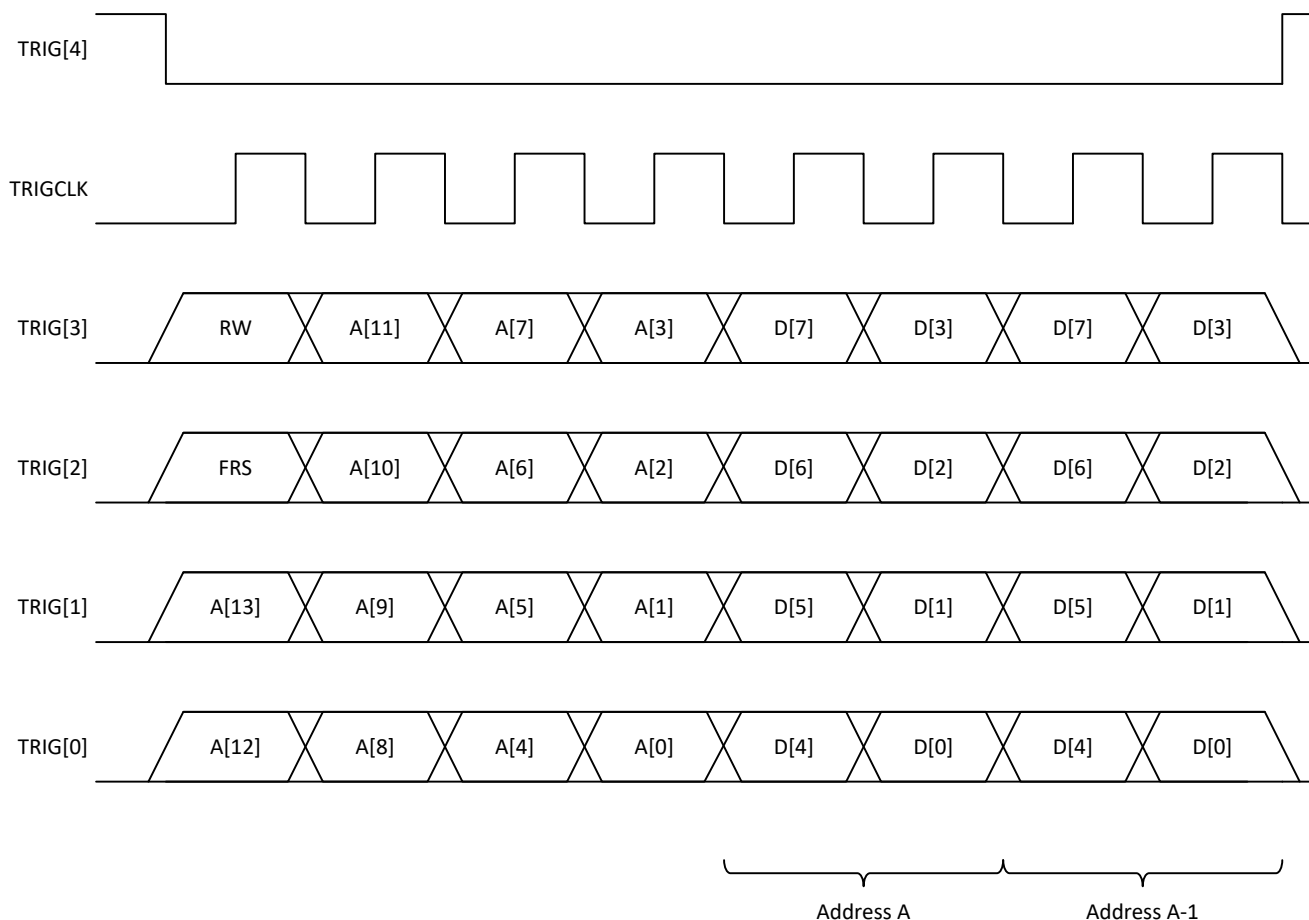

图 8-3. FR 接口时序图
快速重新配置 (FR) 接口提供快速的只写访问来配置 PFIR 系数和 NCO 频率和相位。FR 接口与 SPI 接口类似，但每个时钟周期发送 4 位，并且会重复使用外部触发器。图 8-3 展示了 FR 时序图。它使用 R/W 位（始终设置为 0 以指示此器件的写操作）、事务同步位 FRS（始终设置为零，因为此器件不支持事务同步）、14 位地址（后跟一定数量的数据字节）。地址在每个数据字节后递减（与小端字节序一致）。该接口可按字节寻址，数据在每个字节后提交。FR 接口每时钟占用 4 位（一个半字节）。对于多半字节字段，系统会首先发送数据的半字节最高有效位。当事务同步位 (FRS) 被置位时，NCO_SYNC_SRC 寄存器字段中指定的同步事件发生在 $\overline{\text{FRCS}}$ 的上升沿。在第一个数据字节完成之前结束的事务可能不会触发同步事件。